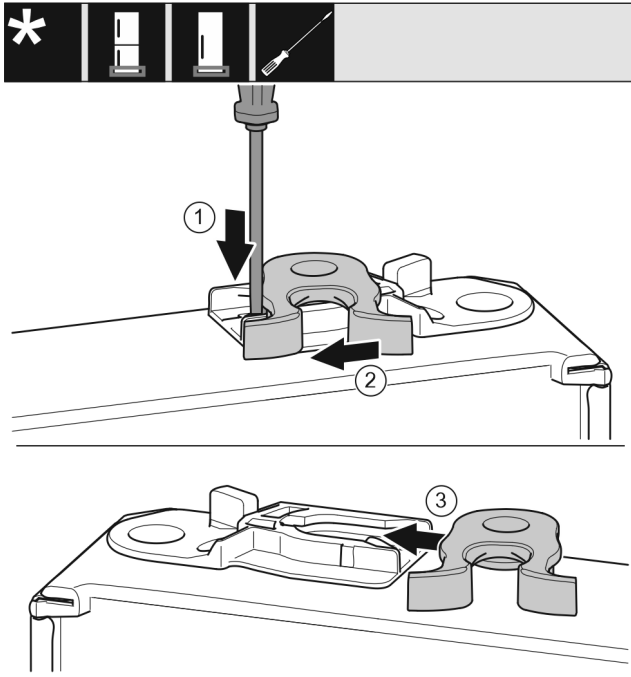

Fig. 20
- Strip Fig. 20 (1) met een platte schroevendraaier omlaag drukken.
- Sluithaak Fig. 20 (2) uit de geleiding trekken.
- Sluithaak Fig. 20 (3) aan andere zijde in geleiding schuiven.